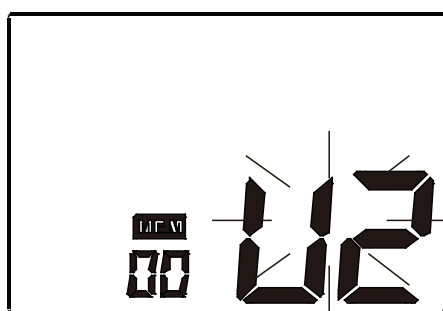
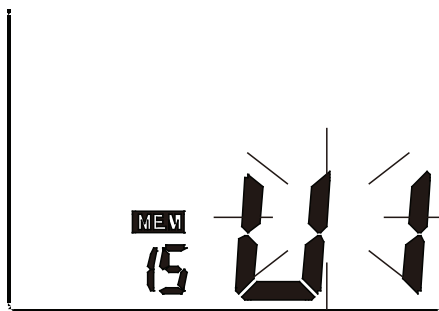

Figura 7-1
Figura 7-2
- b. Como alternativa, presionar el botón “MEM” en la modalidad Reloj para visualizar los resultados memorizados. La unidad de memoria corriente parpadea y los resultados ahí memorizados serán mostrados. Véase figura 7-1. Presionar el botón “START” para pasar a la otra unidad de memoria. Véase figura 7-2. Confirmar la selección, presionando el botón “MEM”. La unidad de memoria seleccionada puede ser confirmada también automáticamente después de 5 segundos de inactividad.